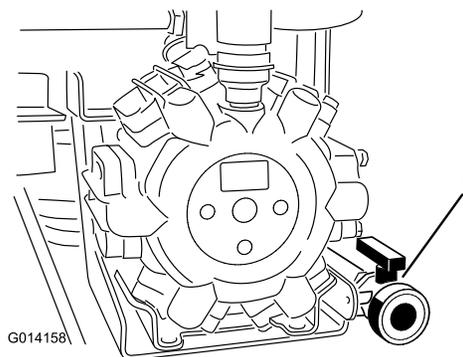

Figura 22
2. La valvola di spurgo del serbatoio è situata sul retro della macchina (Figura 22). La valvola si trova sul retro della pompa, attaccata alla staffa di supporto.